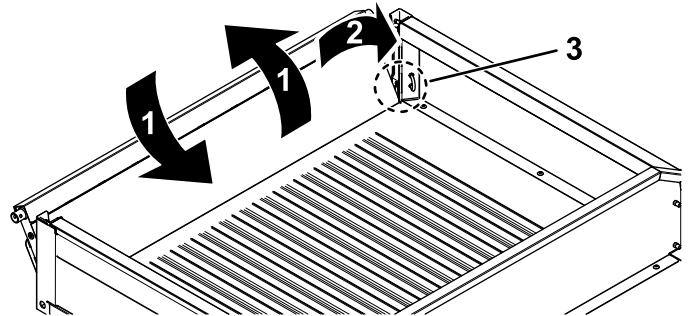

Figure 45
2. Faites pivoter le hayon à environ 45° (Figure 45).
3. Faites pivoter le hayon d'avant en arrière en l'agitant légèrement quelques secondes (Figure 45).